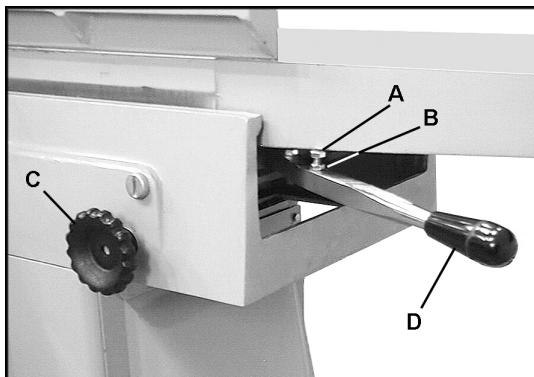

Рис. 12
1. Разгрузочный стол имеет стопорный винт (A, Рис. 12), который при касании края стола, как показано на рисунке, обеспечивает его надлежащую высоту. Ослабьте маховик (C, Рис. 12) и поднимайте регулировочный рычаг (D, Рис. 12) до тех пор, пока стопорный винт (A, Рис. 12) не коснется края стола.
4. Чтобы поднять разгрузочный стол, ослабьте шестигранную гайку (B, Рис. 12) и закручивайте стопорный винт (A, Рис. 12) по часовой стрелке. Чтобы опустить разгрузочный стол, откручивайте стопорный винт (A, Рис. 12) против часовой стрелки.
5. Когда разгрузочный стол будет установлен на одном уровне с ножами, затяните шестигранную гайку (B, Рис. 12) и плотно затяните маховик (C, Рис. 12).